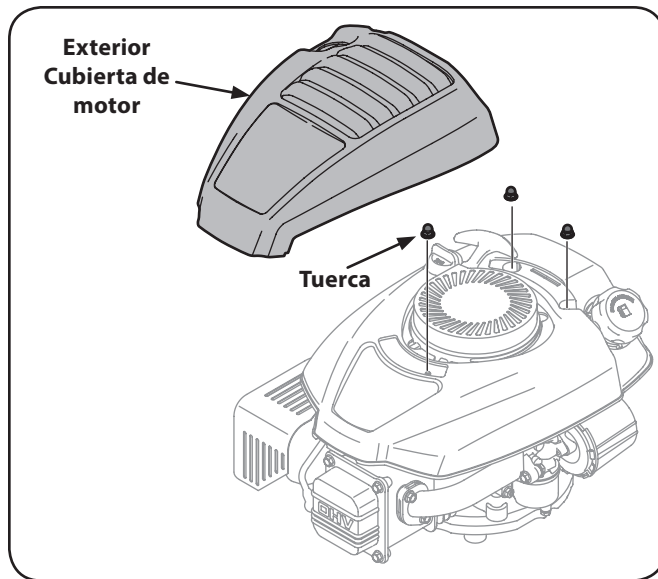

Figura 6-3
1. Retire exterior cubierta de motor y tuercas de fijación interna cubierta, como se muestra en la Figura 6-3.